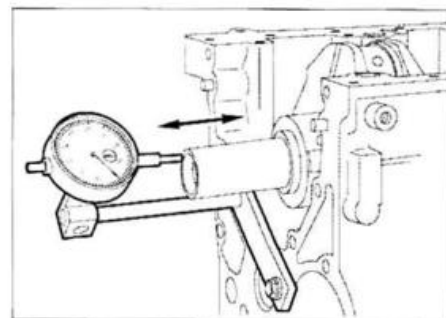

FIG. 60
• Comprobar el juego axial del cigüeñal (fig. 60). Si está fuera de las tolerancias (ver "Características"), medir el espesor de los separadores del juego axial y cambiarlos en caso necesario. Si los separadores son correctos, examinar el cigüeñal y el bloque motor.